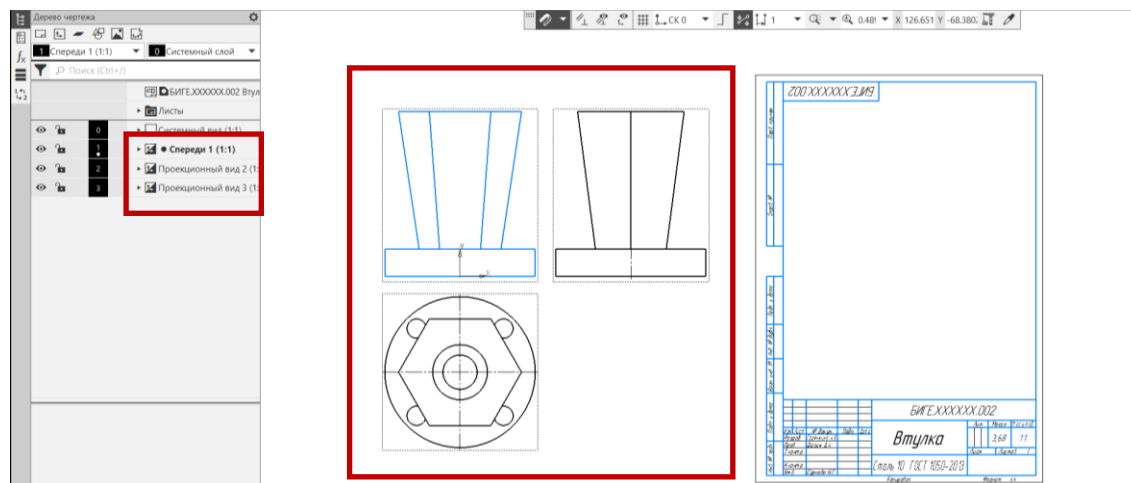

Рис. 18 Команда «Стандартные виды с модели»
- **Черчение – Виды – Стандартные виды с модели (рис. 18).**